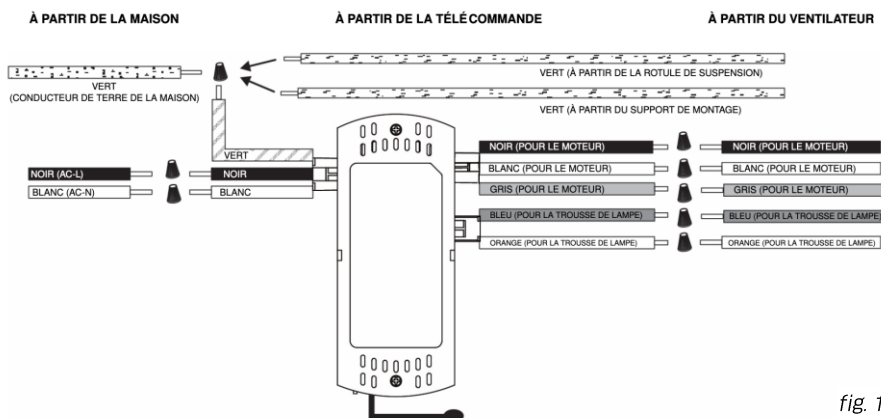

fig. 13
4. Suivez le scénario de la fig. 13 pour effectuer des raccordements électriques.